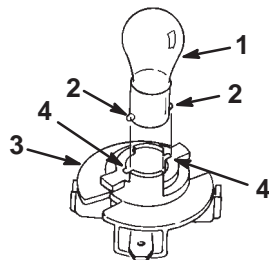

Figure 32
9. Introduisez l'ampoule et tournez-la à fond vers la gauche (env. 1/4 tour) puis retirez-la de l'embase (Fig. 32).
2. Introduisez le culot dans l'embase (Fig. 32).